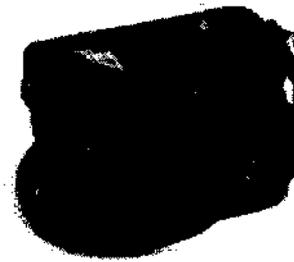

Figura 7. La cánula nasal se conecta a la salida de oxígeno de la parte superior.
1. Conecte una cánula nasal a la salida de oxígeno de la parte superior del dispositivo, como se muestra en la Figura 7.